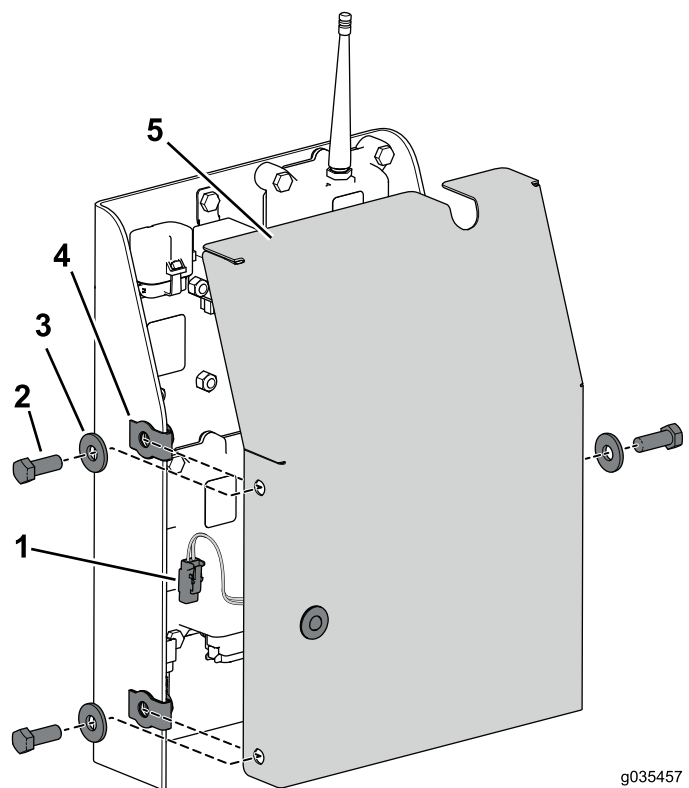

Figura 26
1. Conecte el indicador al arnés de cables (Figura 26).
2. Utilice el perno (3/8" x 1") y la tuerca que retiró anteriormente para fijar la cubierta en el compartimento (Figura 26).